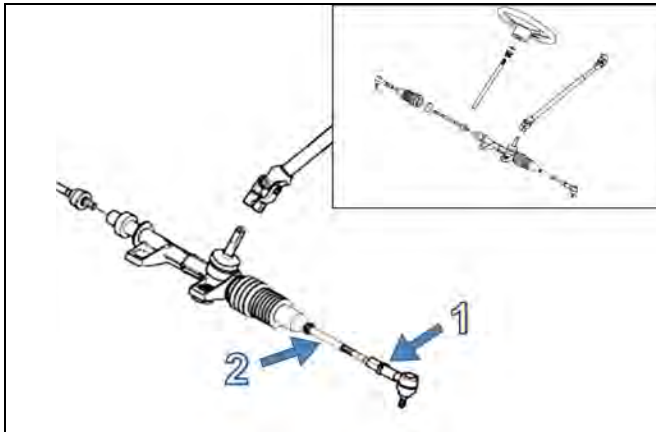

Figure 21
Pour effectuer l'ajustement sur le VCC, premièrement débloquer l'écrou (1) de chaque tige d'accouplement de la direction (2), visser ou dévisser ensuite la tige d'accouplement (2) d'un nombre de tours égal des deux côtés du véhicule. Voir la Figure 21.